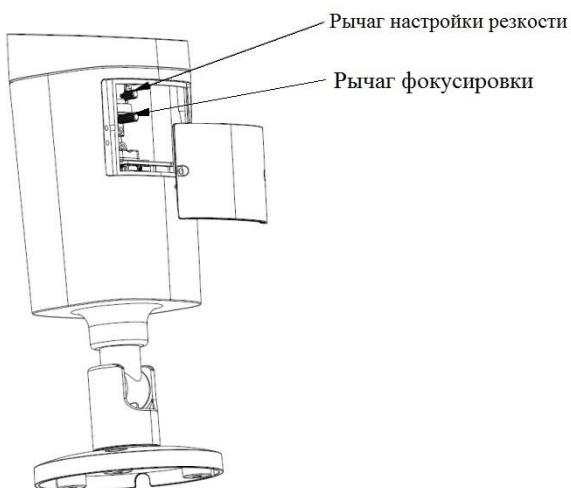

Рисунок 6.4
6.7 С помощью отвертки снимите нижнюю крышку и с помощью рычага изменения фокусного расстояния – выберите наиболее подходящий ракурс изображения. Настройте резкость, используя рычаг настройки резкости. С помощью отвертки затяните винты рычагов изменения фокусного расстояния и настройки резкости (рис.6.4).